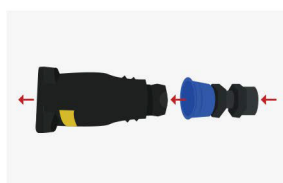

Figura 5
5. Passe o fio pela ponta e depois pela outra parte do receptáculo e rosqueie novamente (*figura 5*).